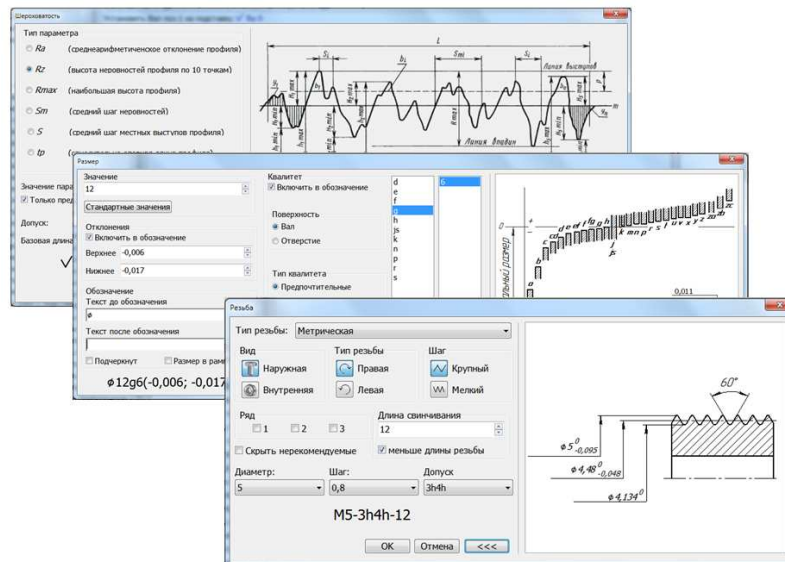

Рис.10. Специализированные формы для редактирования технологических параметров
- Редактировать технологические параметры таких как: размер, резьба, угол, шероховатость и др. в специализированных формах (рис.10).